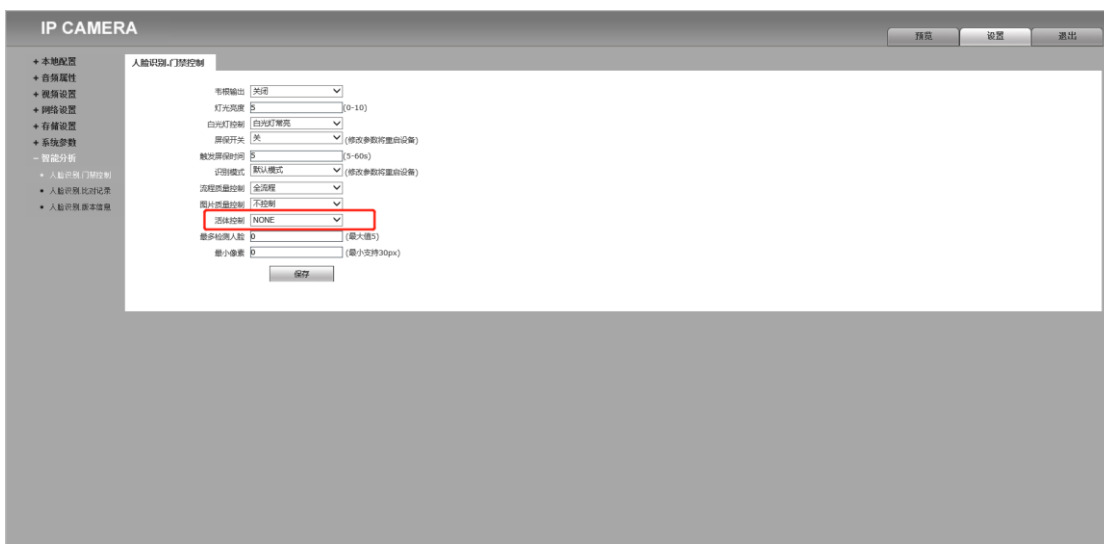

图 9
1. 如果出现活体和非活体检测配合出现问题，请登录 web 进行配置，选择自己需要的搭配项，如图 9。